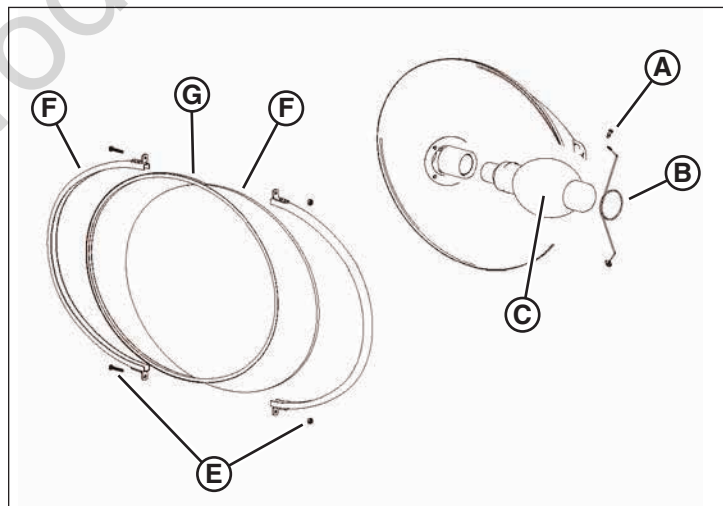

Рисунок 38
3. Ослабьте винты канала линзы (Е, рис. 38), чтобы снять канал линзы (F).
4. Снимите силиконовую прокладку (G, рис. 38) и линзу (H).
5. Открутите винты зажима (А, рис. 38) и снимите зажим (В).
6. Осторожно снимите старую лампу (С, рис. 38) и установите подходящую запасную лампу. См. **Технические характеристики.**
7. Очистите отражатель (D, рис. 38) и линзу.